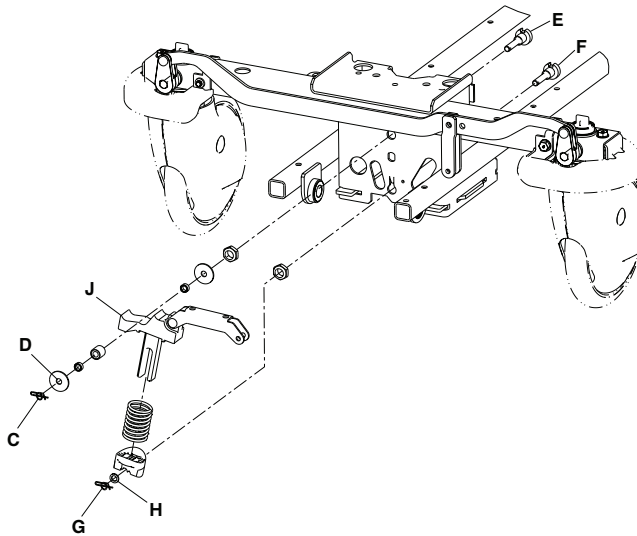

Figure 6 – Remplacement de la came de frein et de la liaison
- À l'aide d'une pince à becs fins, retirer la goupille bêta (C) et la rondelle (D) du support du roulement du pivot (E) (Figure 6).